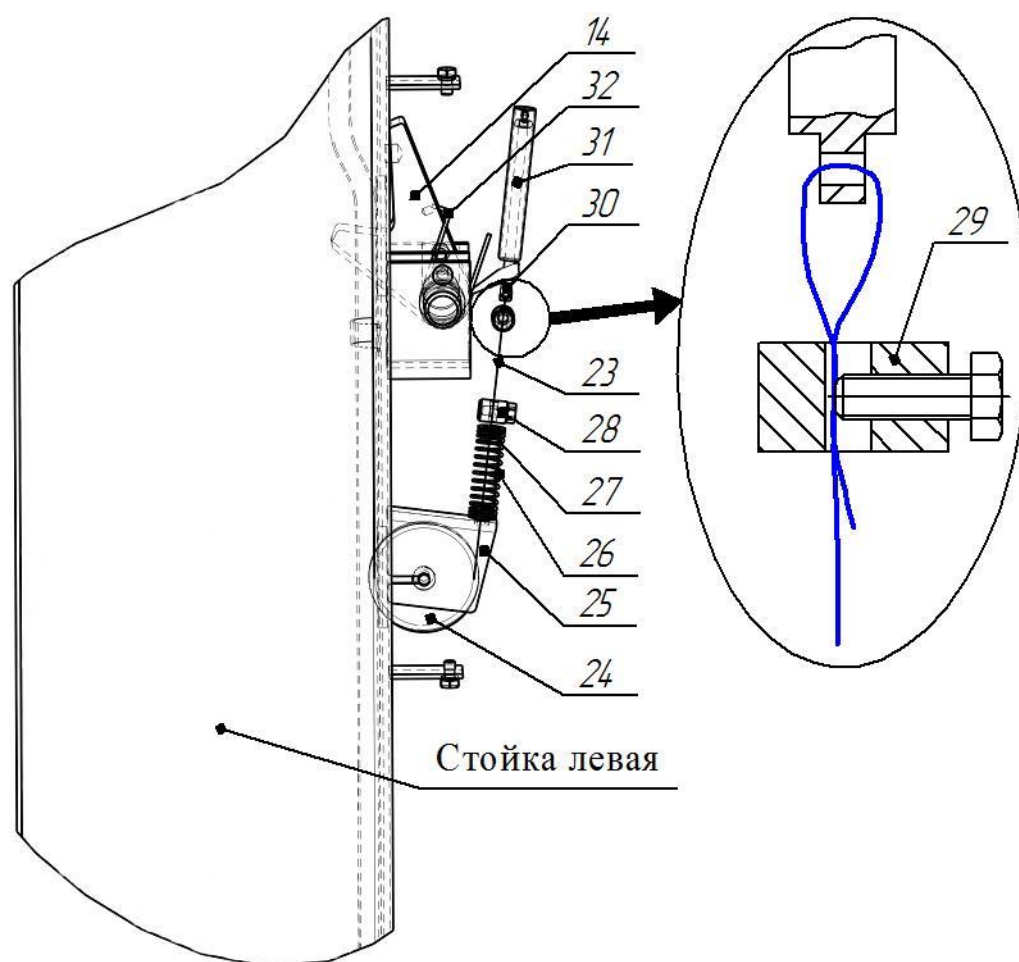

Рисунок 6 - Система стопорения кареток
6.6 Установить тросик системы стопорения (см. рисунок 6). Для этого снять крышку, закрывающую стопор-защелку 14 на левой стойке 2, отвернув два винта М6х10. Тросик 23 системы стопорения, закрепленный на правой стойке 1 (с насосной станцией 15), протянуть через блоки, направляющие трубки в перекладине 3 к стойки левой 2 и вывести через блок 24 и отверстие в кронштейне 25 наружу. На свободный конец тросика надеть пружину 26 со втулками 27, выбрать слабинку тросика и затянуть зажим 28, с помощью болта М6х10.